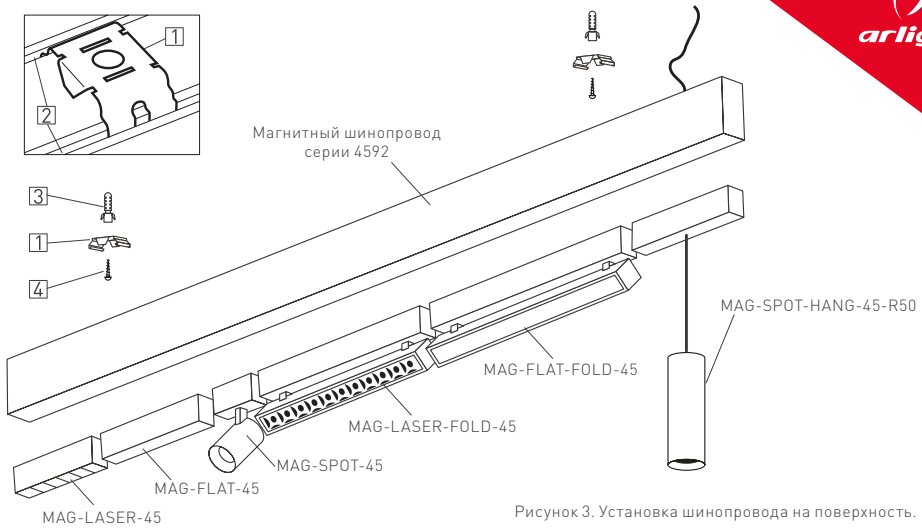

Рисунок 3. Установка шинопровода на поверхность.
- 3.7. Закрепите на монтажной поверхности держатели MAG-BRACKET-45 [1], используя комплектный крепеж (шуруп [4] и дюбель [3], поставляются отдельно) (см. рисунок 3).
- 3.8. Закрепите шинпровод в держателях MAG-BRACKET-45 [1], для чего совместите пазы [2] на тыльной стороне шинпровода с пружинными зацепами держателя и, преодолевая их упругое сопротивление, защелкните шинпровод в держатель (см. рисунок 3).